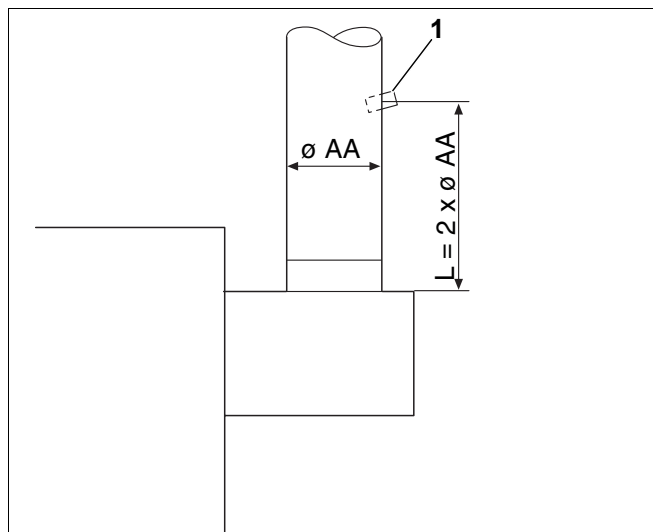

Рис. 28 Проведение замеров
Для проведения приведенных далее измерений нужно на присоединительном участке системы дымовых газов сделать отверстие для замеров (рис. 28, поз. 1). Расстояние от прерывателя тяги должно быть равно двум диаметрам дымовой трубы (AA).
- Точку замера на присоединительном участке (рис. 28, поз. 1) разместить на стороне, отвернутой от котла. Для этого просверлить отверстие диаметром 8 мм.